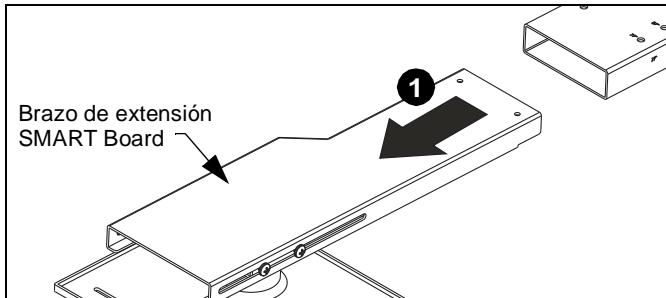

Figura 8
- Retire el extremo del brazo de extensión con la placa de fijación del proyector y guarde las piezas de sujeción. (Consulte la figura 8)